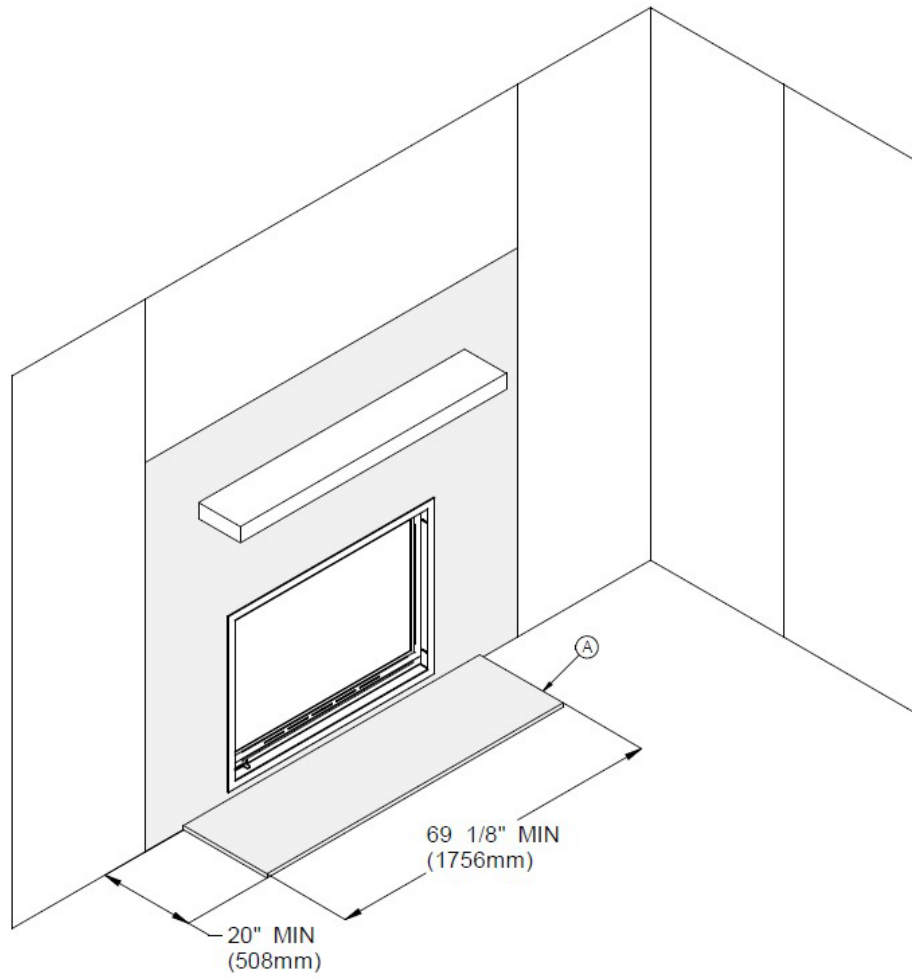
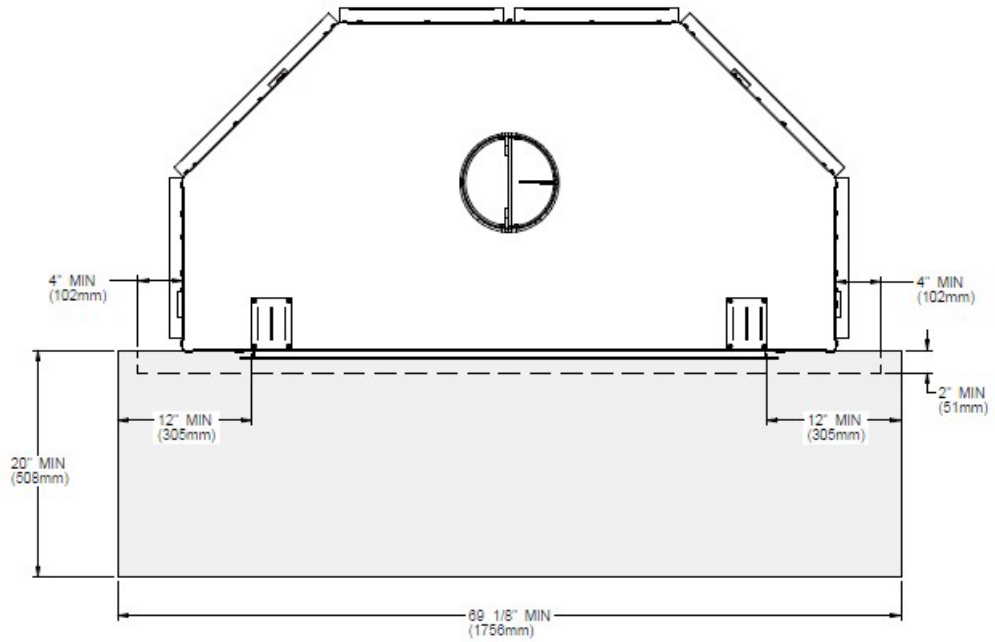

Figure 4
Figure 5
La zone d'extension de l'âtre (**voir (A), Figure 4**) doit mesurer au moins 20" (50 cm) en avant et au moins 12" (30 cm) de chaque côté de l'ouverture de la porte du foyer (**voir Figures 5 et 6**). Le joint entre l'extension de l'âtre et le foyer doit être protégé par un matériel non combustible, par exemple, une plaque de métal ou du coulis de ciment tel qu'illustrée à la **Figure 6**.
AVERTISSEMENT : L'EXTENSION DE L'ÂTRE DOIT ÊTRE INSTALLÉE TELLE QU'ILLUSTRÉE (voir Figures 5 et 6).